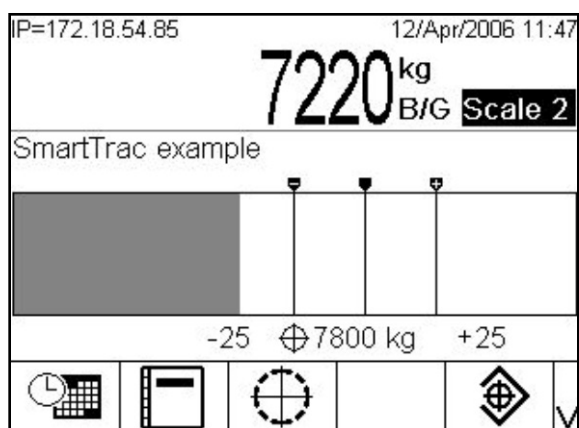

Figura 2-28: Gráfica de barras de SmartTrac de visualización grande
pequeña no incluye el peso objetivo, descripción ni información de tolerancia; con una gráfica de barras mediana o grande, la descripción del objetivo aparece arriba de las barras y el objetivo y tolerancia abajo de ellas (vea la Figura 2-28).
El operador agrega material hasta que el valor medido esté dentro del límite aceptable de tolerancia. Normalmente un operador agregará material rápidamente cuando el contenedor no esté por llenarse y más lentamente cuando se aproxima el valor del objetivo. La Figura 2-28 muestra una gráfica de barras de SmartTrac con un valor mostrado debajo del límite de tolerancia.
1. Presione la tecla programable INFORME . Aparece la pantalla de ejecutar informes (Figura 2-28).